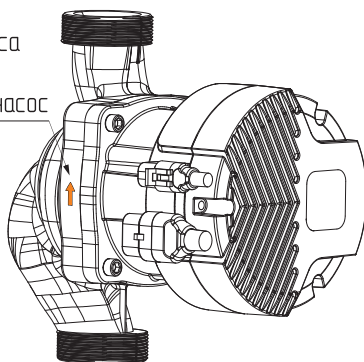

Рис.4 Направление потока перекачиваемой жидкости
- При монтаже обратного клапана, его необходимо установить за насосом. Перед насосом рекомендуется устанавливать фильтр механической очистки. Стрелка на корпусе насоса указывает направление протекания рабочей жидкости (см. **Рис.4**);